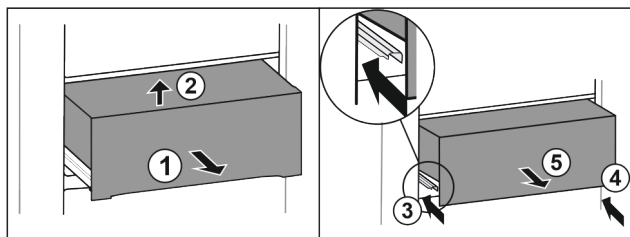

Fig. 31
- ▶ Dra ut utdragslådan till hälften Fig. 31 (1).
- ▶ Lyft framtill Fig. 31 (2).
- ▶ Skjut in vänster skena Fig. 31 (3).
- ▶ Skjut in höger skena Fig. 31 (4).
- ▶ Ta ut utdragslådan genom att dra den framåt Fig. 31 (5).